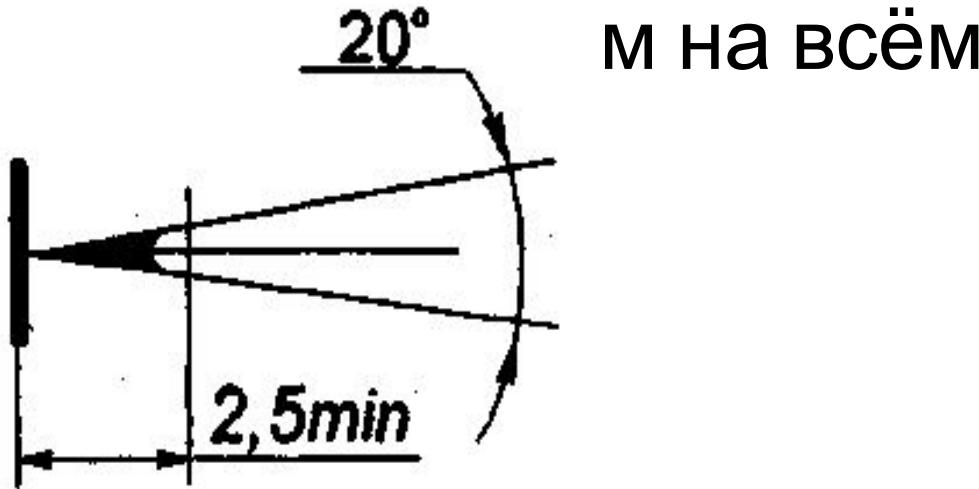

Рис. 5
- Форма стрелки показана на рис. 5. Размер стрелок следует выдерживать приблизительно 20° м на всём чертеже.